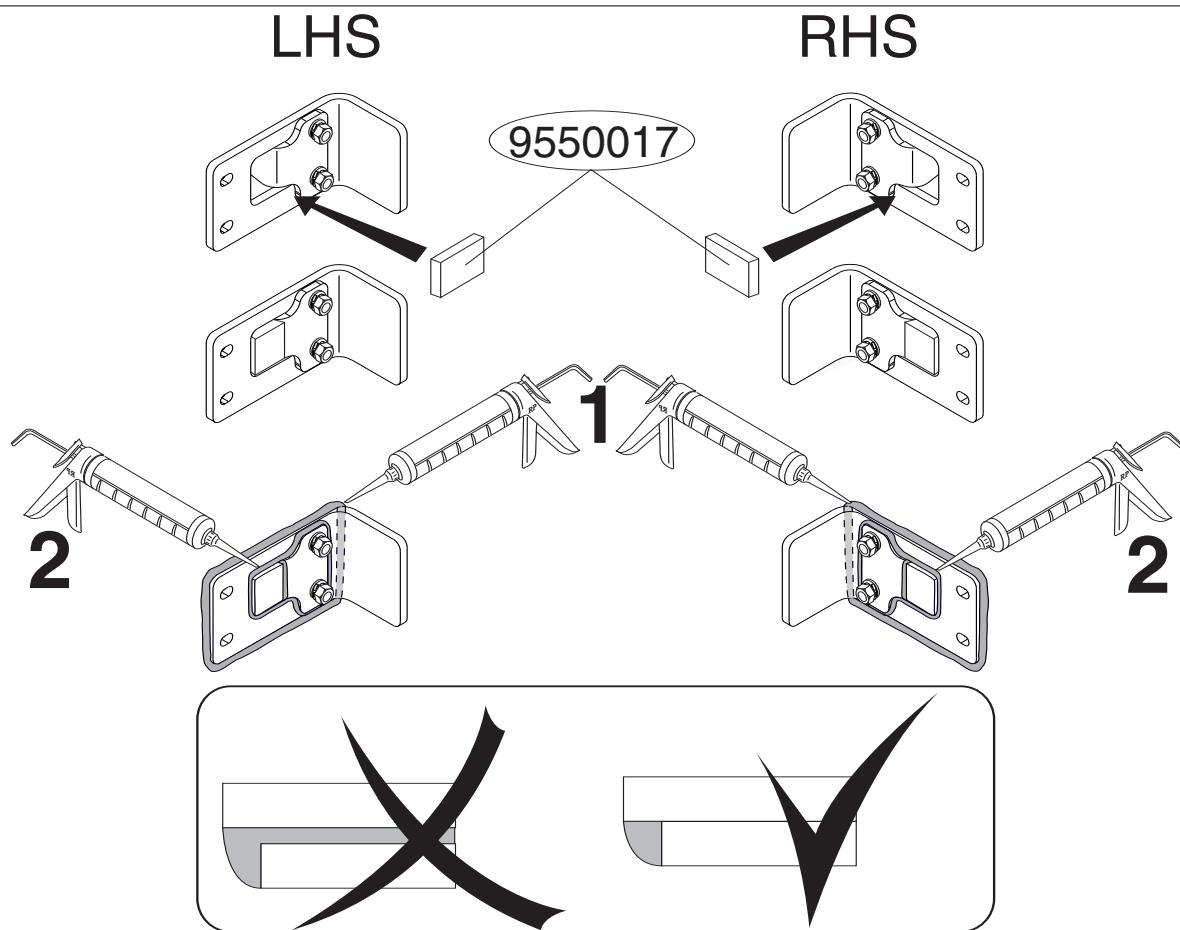

Fig. 2
10. Plaats de twee PE schuimblokken als afdichting en kit de aangegeven delen af (zie fig. 2).
10. Place the two PE foam blocks as spacers and seal the portions indicated (see fig. 2).
benen Teile kitzen (siehe Abb. 2).
10. Placer les deux blocs de mousse PE en guise de colmatage et boucher les parties indiquées (voir la fig.2).